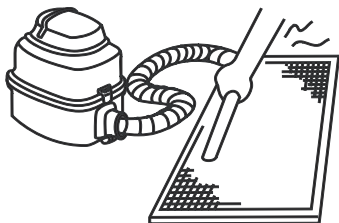

Рис. 15.3
- а) Во время чистки пылесосом приточная сторона фильтра должна быть направлена вверх (см. рис. 15.3).